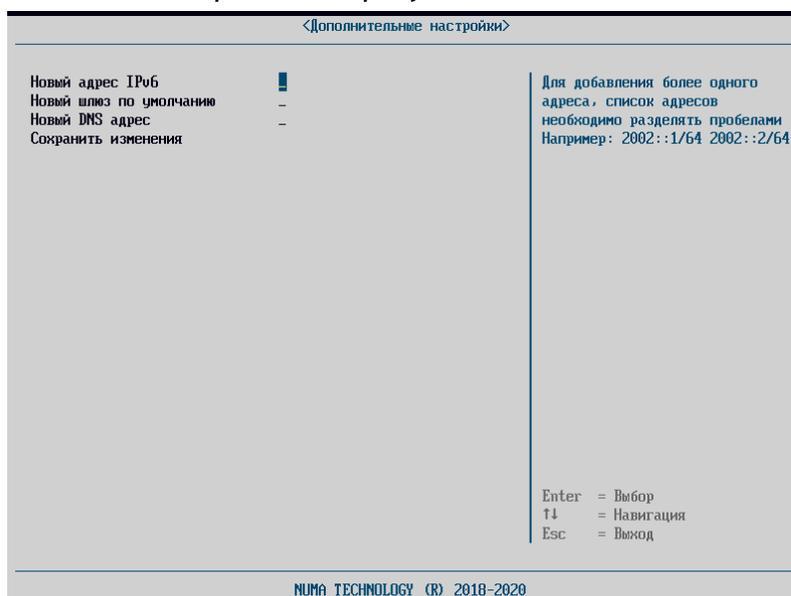

Рисунок 36 – Дополнительные настройки IPv6
- дополнительные настройки (см. рисунок 36).